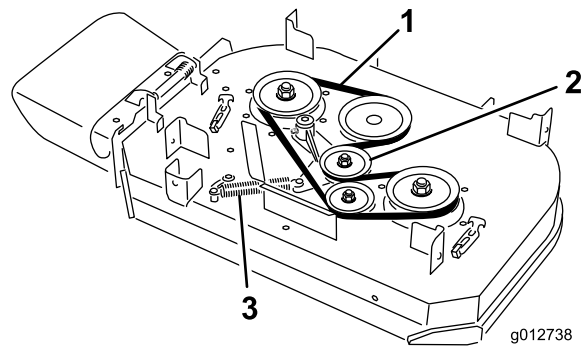

図 64
4. アイドラプーリのアームについているアンカーポストからスプリングを取り外す 図 64。
5. ベルトを取り外す 図 64。
6. デッキプーリとアイドラプーリに新しいベルトを掛け回す 図 64。
7. アイドラプーリのアームについているアンカーポストにスプリングを取り付ける 図 64。